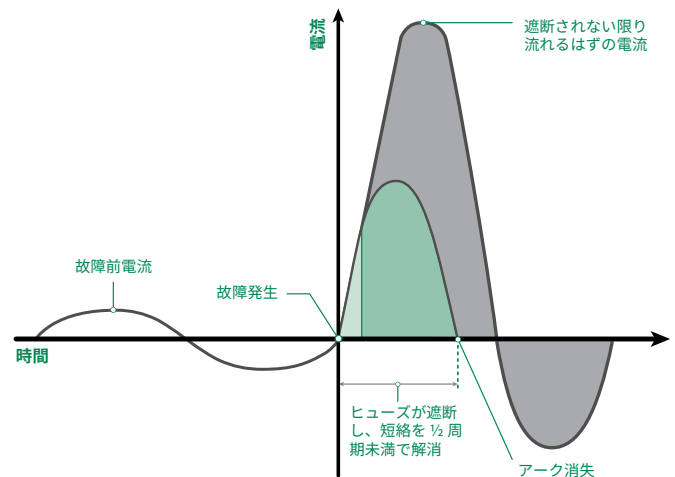

図 13 - 電流制限ヒューズ
**電流制限ヒューズ** (図 13 を参照) - 電流制限範囲内で電流を遮断する際、故障回路内の電流を小さくするヒューズ。同等のインピーダンスの固定導体に装置を置き換えたとき、同じ回路内で発生しうる値より、かなり低減させる。「電流制限」のラベル表記の要件は、ヒューズブロックやヒューズホルダーがリジェクション機能を持つか、非電流制限ヒューズと異なる寸法であり、ヒューズに適合することです。